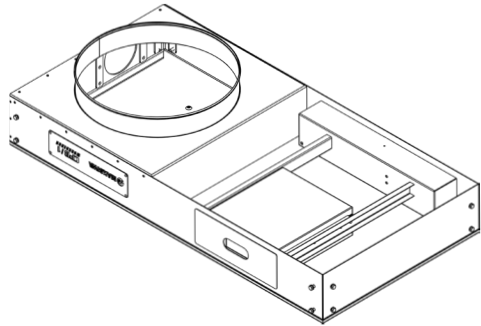

figura 1
1. Posicione a estrutura principal do equipamento com seu tampo em MDF virado para baixo como mostra a **figura 1**.